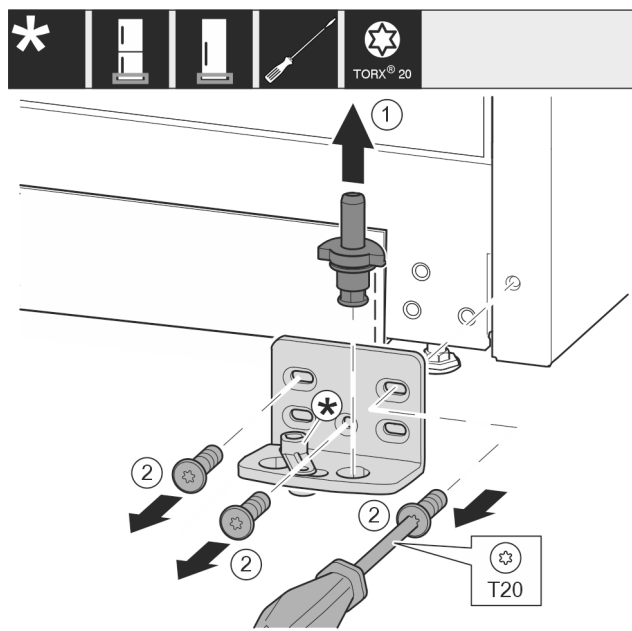

Fig. 15
- Vytiahnite ložiskový čap Fig. 15 (1) úplne nahor.
- Vyskrutkujte skrutky Fig. 15 (2) skrutkovačom a odnímite ložiskovú konzolu.